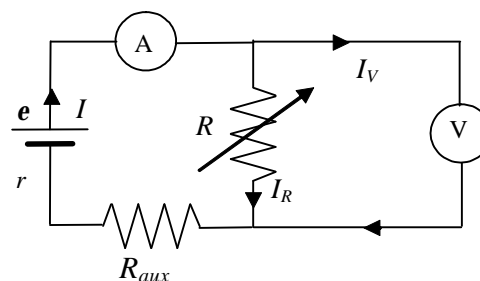

Figura 10
1. Munteu el circuit de la figura 10 en el tauler de connexions (consulteu l'apèndix A). Com es pot observar, s'ha afegit la resistència auxiliar R_{aux} a fi de que la potència dissipada a la resistència variable R no sigui massa gran.